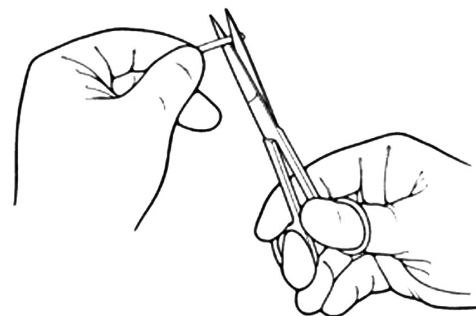

Figura 4-30. Rifilatura del tubo
1. Utilizzare forbici pulite, affilate e tagliare il tubo perpendicolarmente in modo che si adatti all'anatomia del paziente. (Figura 4-30)